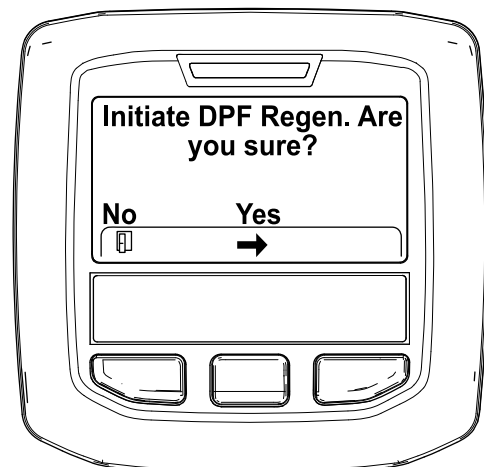

Figura 45
- Quando surgir a mensagem "Initiate DPF Regen. Are you sure?" (Iniciar Regen. DPF. Tem a certeza?), prima o botão central (Figura 45).